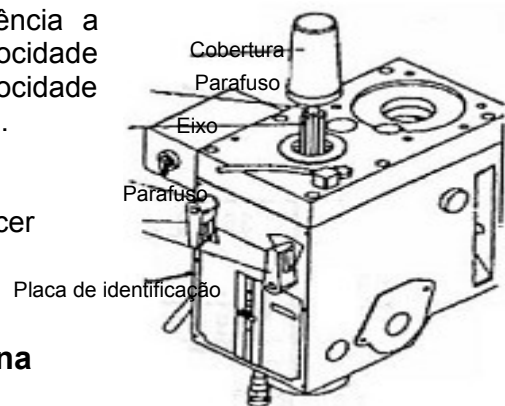

Fig. 7
- 4) Ajuste da velocidade de rotação do eixo (veja a fig. 7)